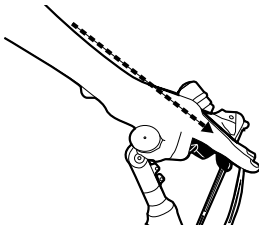

Figure 10. Levier de frein aligné avec l'avant-bras
1. Pour assurer la bonne position du levier, desserrez la / les vis de fixation de la poignée de frein, puis ajustez l'angle pour qu'il soit dans le prolongement de vos avant-bras lorsque vous être en position de pilotage (*Figure 10*).